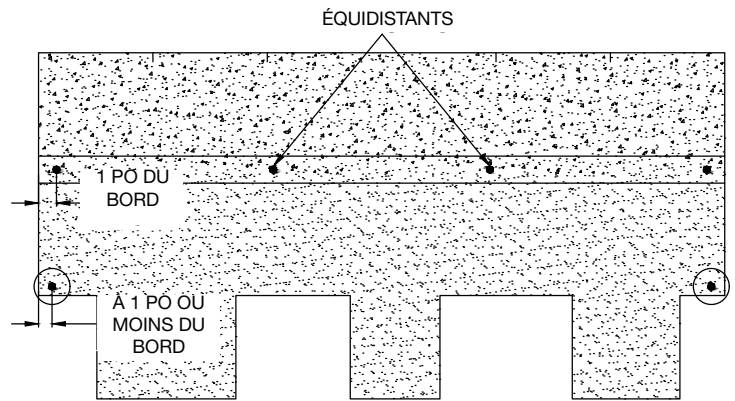

Figure 7 – Méthode de fixation à 6 clous
Positionner deux (2) attaches dans la *zone de cloutage inférieure* sans dépasser de plus de 25 mm (1 po) chaque extrémité et environ 19 mm (3/4 po) au-dessus des jupes, afin qu'elles soient recouvertes par les jupes des rangs suivants. (Voir la Figure 7)